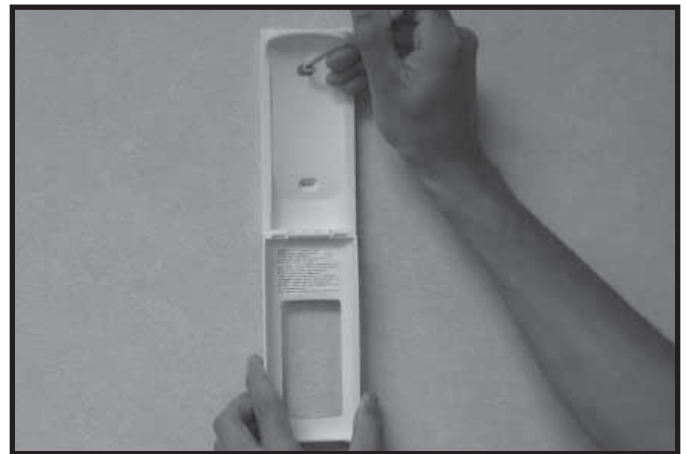

Abbildung 12.6 Montage des Fernbedienungsgehäuses
3. Befestigen Sie das Gehäuse der Fernbedienung mit den beiden mitgelieferten Schrauben und Dübeln an einer geraden Wand. Siehe Abbildung 12.6.